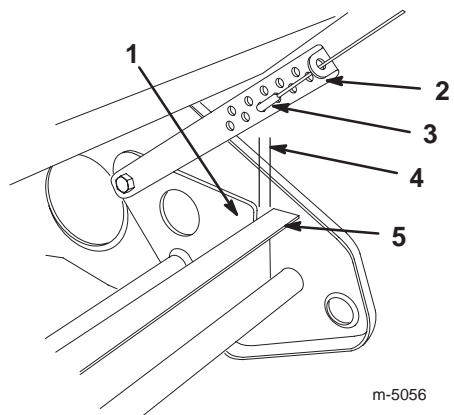

Figure 12
4. Vérifiez que l'écart entre la plaque de pivot et le cadre de roue est compris entre 0 et 3 mm, comme indiqué à la Figure 12.
Décrochez le raccord en Z du dispositif de réglage du câble de pivot (Fig. 12) et accrochez dans un trou différent du dispositif de réglage pour obtenir l'écartement correct entre la plaque de pivot et le cadre de roue.